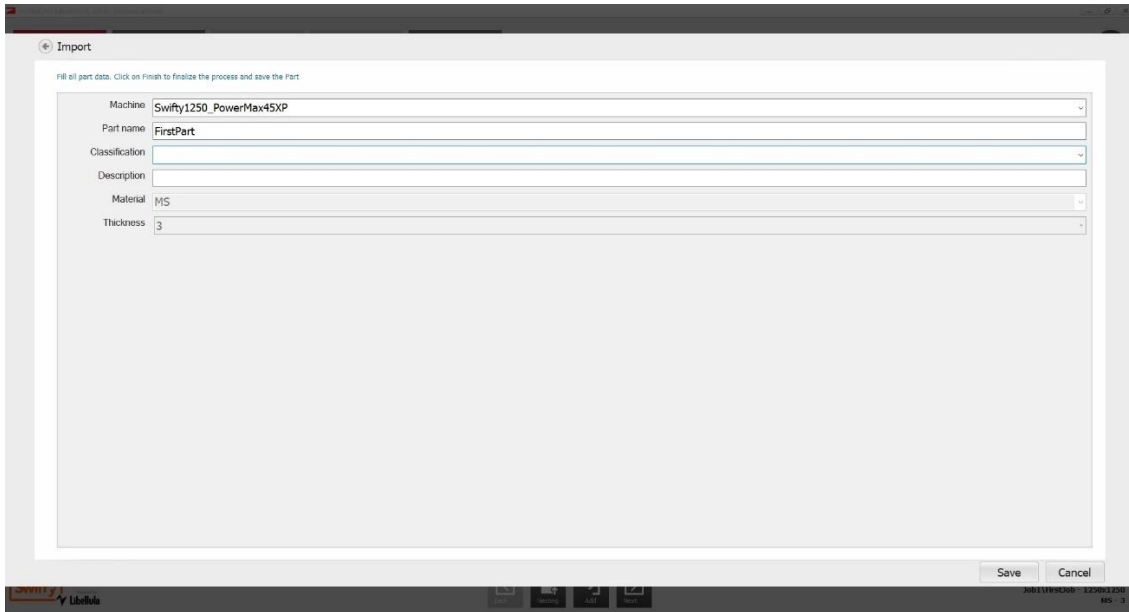

Fig 51 Écran de données des pièces
9. Dans l'écran suivant, remplissez tous les champs (Fig 51). Certains champs seront automatiquement remplis. Ceci est l'information que la pièce sera sauvegardée dans la bibliothèque de pièces.